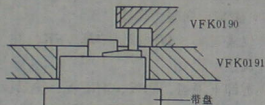

图 1-26 带盘高度调整 (2)
3) 参照图 1-26, 测量一个带盘 (供带盘) 的顶部, 确认此值与上一步条件下所测得的数值之差。然后, 对另一个带盘 (收带盘) 进行同样的测量与确认。